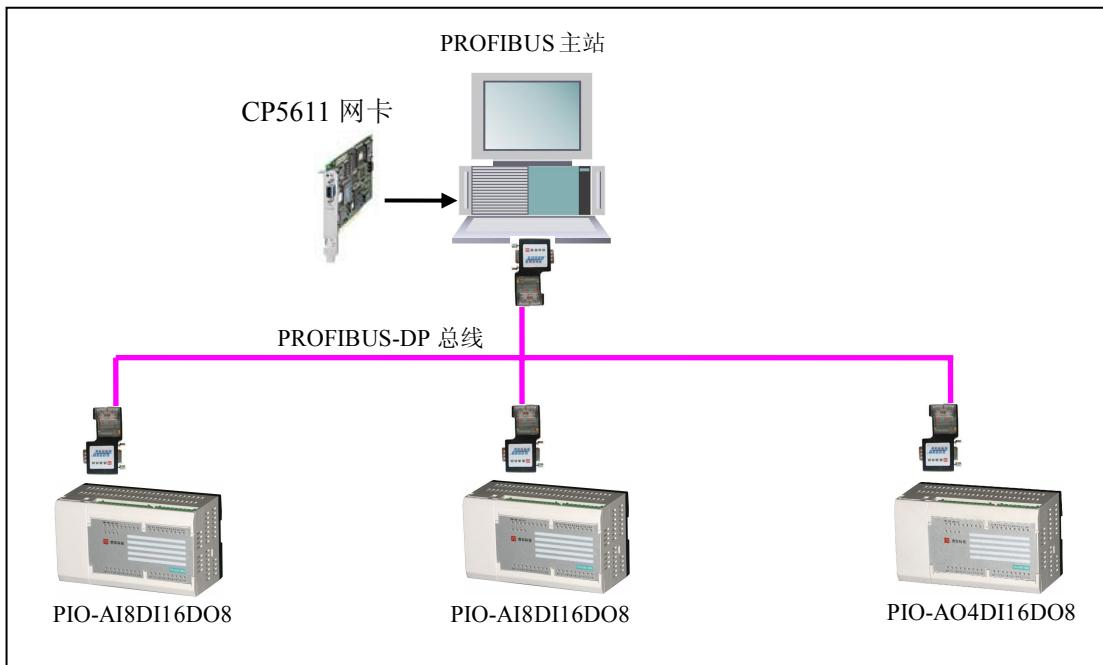

图 1-4 与基于 PC 机的 PROFIBUS 主站（如 CP5611、CP5613 网卡）组成分布式数据采集系统
③ 与基于 PC 机的 PROFIBUS-DP 主站（如 CP5611、CP5613）组成分布式数据采集系统，见图 1-4：